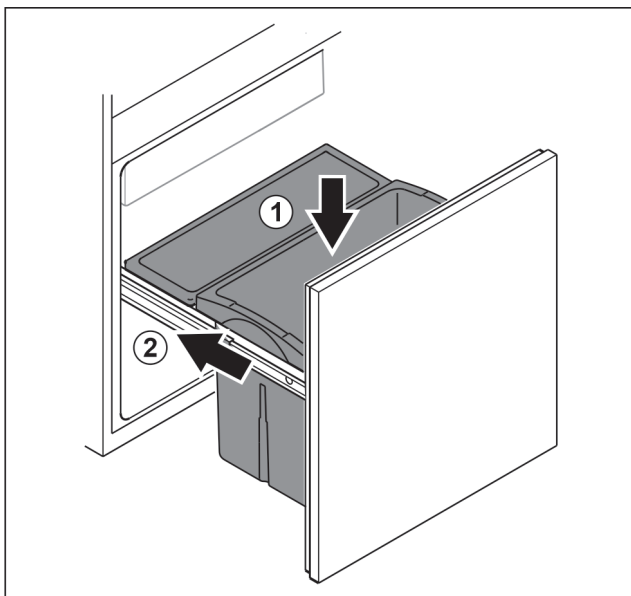

Fig. 163
- ▶ Schubfach von oben einsetzen. Fig. 163 (1)
- ▶ Auszugswagen einschieben. Fig. 163 (2)